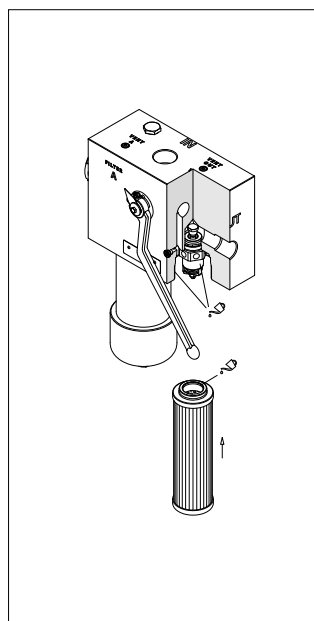

fig. 13
- (Fig. 13) Lubrificare con il fluido di lavoro l'O-ring dell'elemento filtrante, il codolo e la sede della testata, quindi calzare l'elemento filtrante sul codolo. Prestare attenzione a non danneggiare la guarnizione O-ring